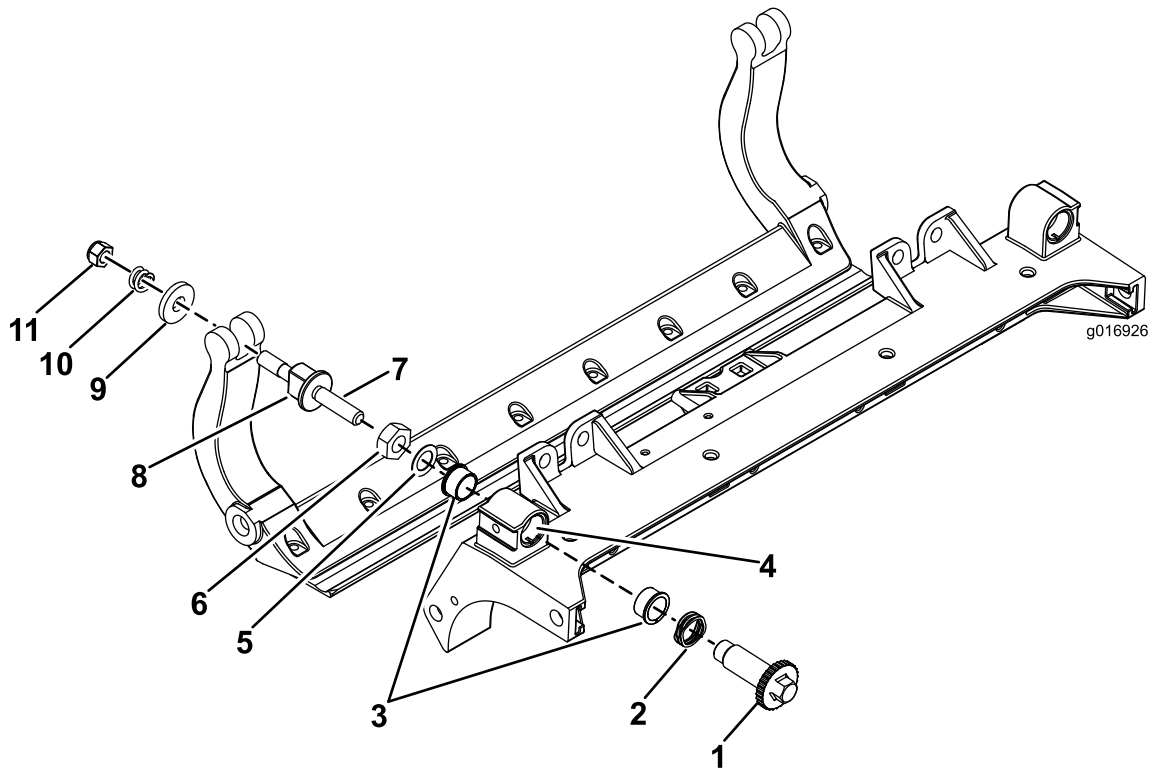

Figura 36
1. Retire todas as peças (consulte as *Instruções de instalação* do Kit DPA HD e a Figura 36).
2. Aplique composto anti-gripagem no interior da área dos casquilhos na estrutura central da unidade de corte (Figura 36).
3. Alinhe as chaves nos casquilhos das flanges com as ranhuras na estrutura e instale os casquilhos (Figura 36).
4. Instale uma anilha ondulada no veio do ajustador e deslize o veio para os casquilhos da flange na estrutura da unidade de corte (Figura 36).
5. Prenda o veio ajustador com uma anilha plana e porca de bloqueio (Figura 36).
12. Coloque uma arruela de aço no exterior de cada uma das arruelas de nylon (Figura 36).
Nota: As anilhas podem ter uma folga interna (Figura 36).
15. Aperte a porca em cada conjunto de ajustador da barra de apoio até que a mola de compressão esteja totalmente comprimida e, em seguida, desaperte a porca $\frac{1}{2}$ volta (Figura 36).